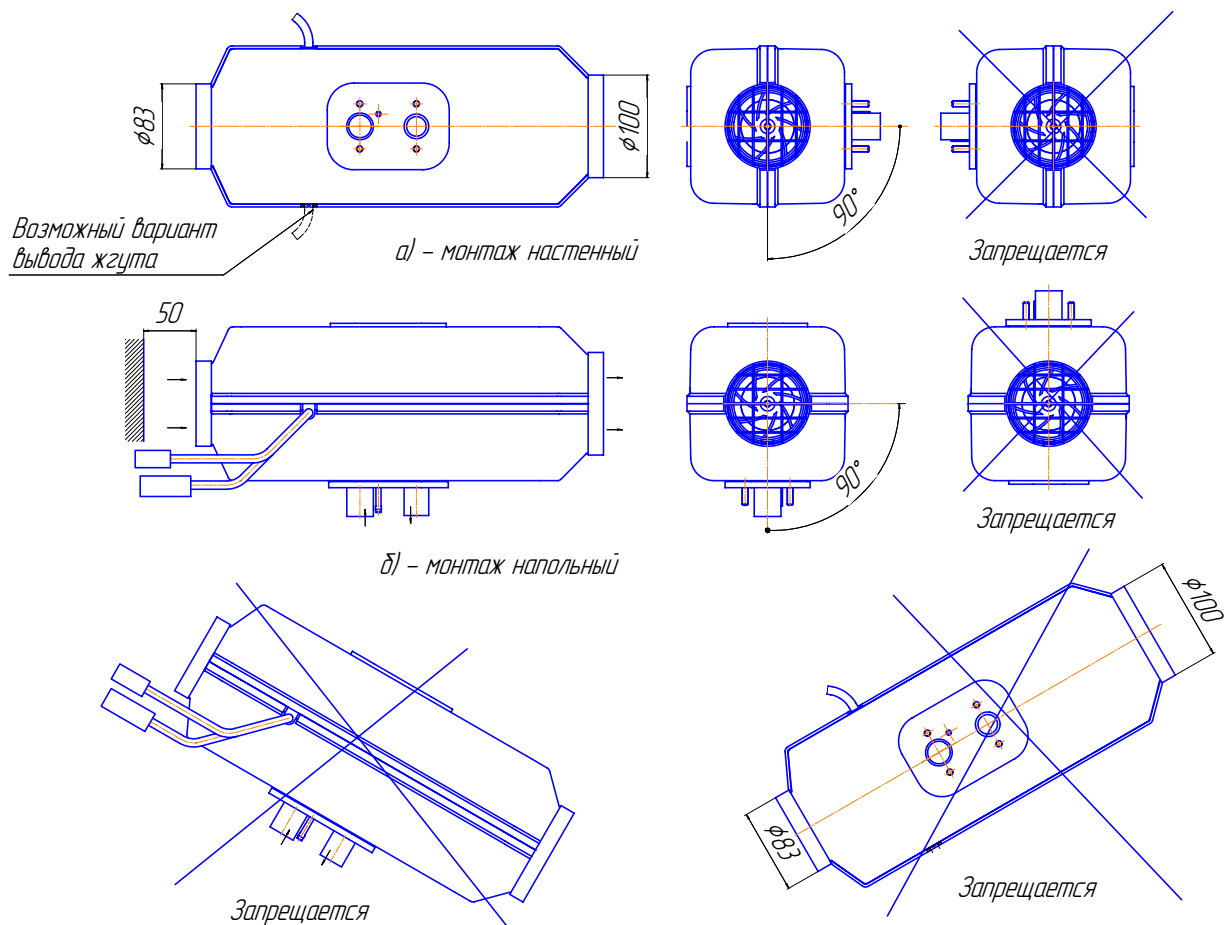
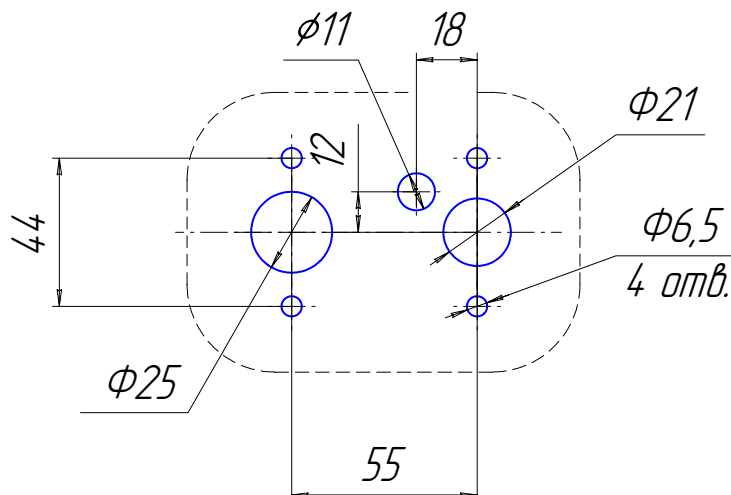

Рис. 8.1 – Варианты установки нагревателя
Рис. 8.2 – Монтажные отверстия для установки нагревателя
Монтаж нагревателя производить с учётом допустимых рабочих положений в соответствии с рис. 8.1 внутри помещения или кабины автомобиля. На рис.8.1 показаны два крайних монтажных положения нагревателя. Входное отверстие нагревателя должно располагаться таким образом, чтобы в обычных рабочих условиях не могли подсасываться выхлопные газы двигателя автомобиля и отопителя. Расстояние от стенок, перегородок до торца входного отверстия нагревателя должно быть не менее 50 мм (см. рис.8.1). При монтаже и эксплуатации нагревателя необходимо предусмотреть защиту от попадания посторонних предметов во входное и выходное отверстия. Монтаж нагревателя проводить с учетом доступности демонтажа нагревателя, что приведет в конечном итоге к быстрому техническому обслуживанию. Для монтажа нагревателя отверстия в корпусе АТС производить согласно рис. 8.2.
**ВНИМАНИЕ !! Надежная работа отопителя зависит от правильного монтажа нагревателя. Нагреватель должен устанавливаться горизонтально согласно Рис. 8.1.**